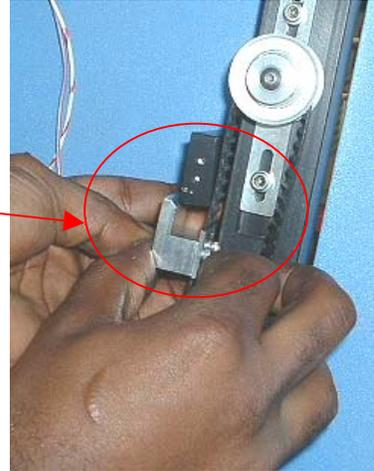

Figura 41
1. Installare con attenzione il gruppo del riscaldatore sulle guide. Guidare la linea e la tubatura del vuoto attraverso la piastra di montaggio. Fare attenzione che i tubi flessibili non vengano schiacciati. Vedere la figura 41.